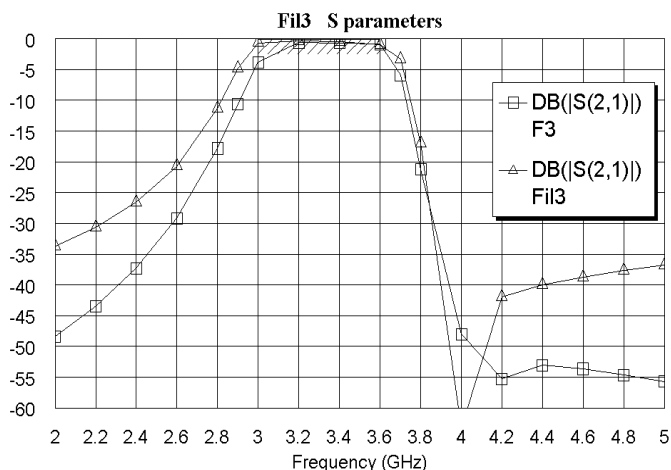

Рис. 4.72
21. Щёлкните по значку **Analyze** на панели инструментов. Рассчитанный график показан на рис. 4.72. Характеристика электромагнитной структуры получилась несколько уже характеристики схемы.